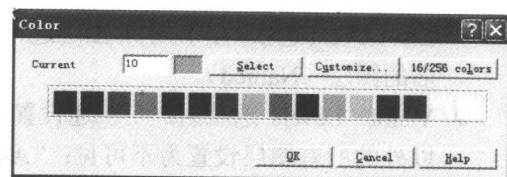

图 1-13 “Color”对话框
(1) Z: 0.000 (工作深度): 用于设置所绘制的图形所处的三维深度, 是设置工作坐标系的 Z 轴坐标。Z 深度的设置方法有两种: 单击次菜单区中的选项 Z, 直接从键盘输入数值; 或者可以在屏幕选择已经存在的点来设置工作深度。
(2) Color: 10 (颜色设置): 选取该按钮能用不同的颜色绘制图形。单击次菜单区的该命令, 弹出“Color”(颜色)对话框, 如图 1-13 所示, 该对话框的数字代表当前设定的颜色号, 其取值范围为 0~255。可以直接输入颜色的颜色号来改变当前的颜色, 也可以通过下面的色板选择需要的颜色。